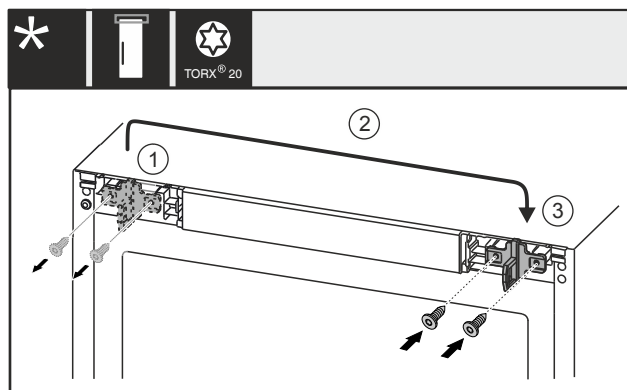

Fig. 25 Elektrilise lukuga*
- Keerake kruvikeerajaga kruvid Fig. 25 (1) välja.*
- Paigutage sulgemiskonks Fig. 25 (2) vastasküljele ümber.*
- Pange kruvid Fig. 25 (3) kruvikeerajaga kohale ja keerake kinni.*